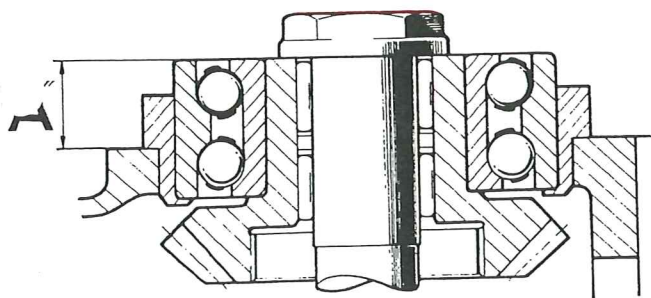

Fig. 11
2. Mät avståndet från yttre lagerbanan till växelhushuset måttet "A" fig. 11 och lägg till så mycket justermellanlägg att måttet överstiger "B" med max. 0,1 mm.